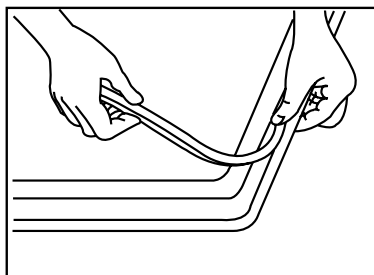

Рис. 22
Перед тем как установить варочную поверхность в вырез, на ее наружные боковые края следует прикрепить герметизирующую клейкую ленту (рис. 22). Важно, чтобы в этом уплотнении не оставалось никаких зазоров, что позволит предотвратить протечки по краю варочной панели, иначе протекшая жидкость может попасть в шкаф, находящийся под панелью.
2) Проложите по всему периметру стеклянного края уплотнительную прокладку, как показано на рис. 22.